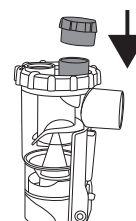

Fig. 14
- Per aumentare la resistenza respiratoria è possibile connettere il trainer respiratorio incluso nella fornitura sulla parte superiore del nebulizzatore (Fig. 14).